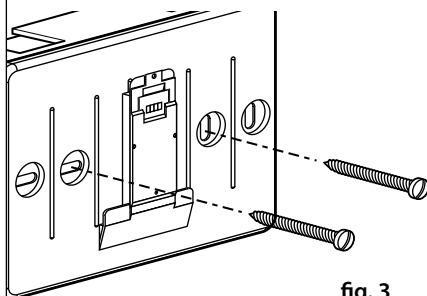

fig. 3
- fixe a base do aparelho na caixa na parede, usando os parafusos fornecidos com o kit (fig.3),